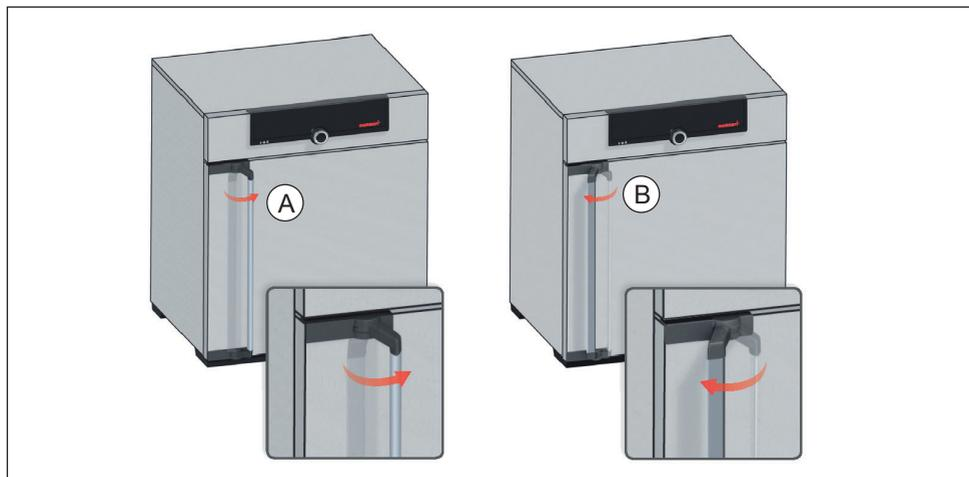

Fig. 16 Apertura y cierre de la puerta
- ▶ Para abrir la puerta, tire de la manilla hacia un lado (izquierda o derecha según el modelo de la puerta; Fig. 16, A) y abra la puerta completamente.
- ▶ Para cerrar la puerta, empújela hasta el fondo y presione la manilla a un lado (B).